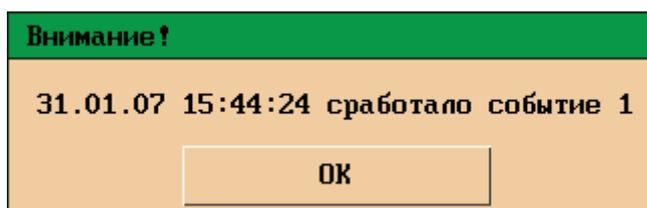

Рисунок 32
5.11.6 Флажок «квитирование» - если эта функция активна, то после активизации события на экране прибора появится сообщение, содержащее дату, время и номер сработавшего события (см. рисунок 32). Данное сообщение останется на экране до тех пор, пока оператор не уберет его нажатием кнопки «ОК».